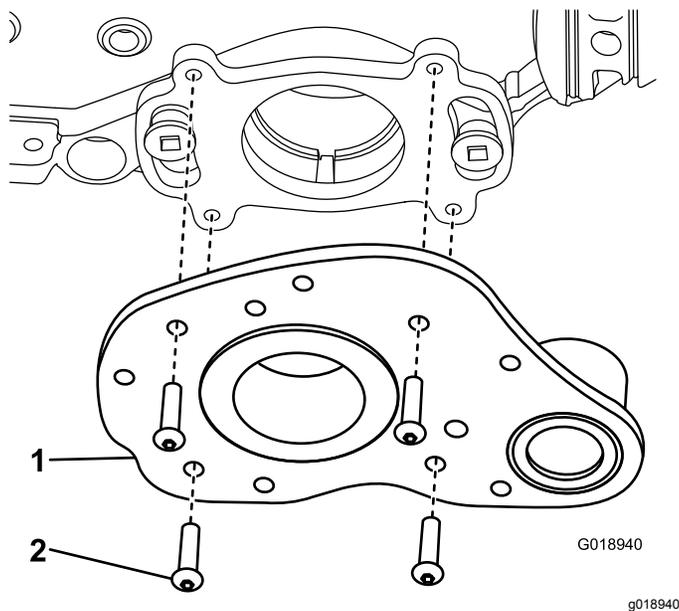

Figure 31
7. Enlevez les 4 vis qui fixent l'entraînement du groomer à la plaque latérale arrière (Figure 31).